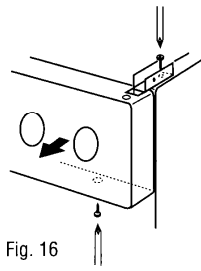

Fig. 16
- Enlever le bandeau (voir fig. 16).